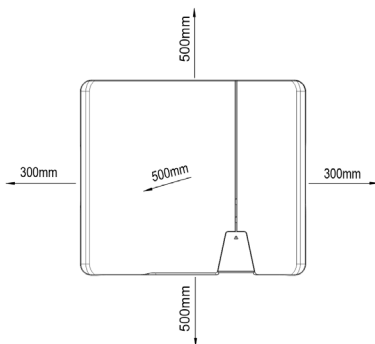

Abb. 3.1: Gerät bei Außeninstallation
**HINWEIS:** Die Mindestabstände zwischen zwei Geräten bzw. dem Gerät und der Decke bzw. dem Boden sind in der Zeichnung Abb. 3.1 angegeben.